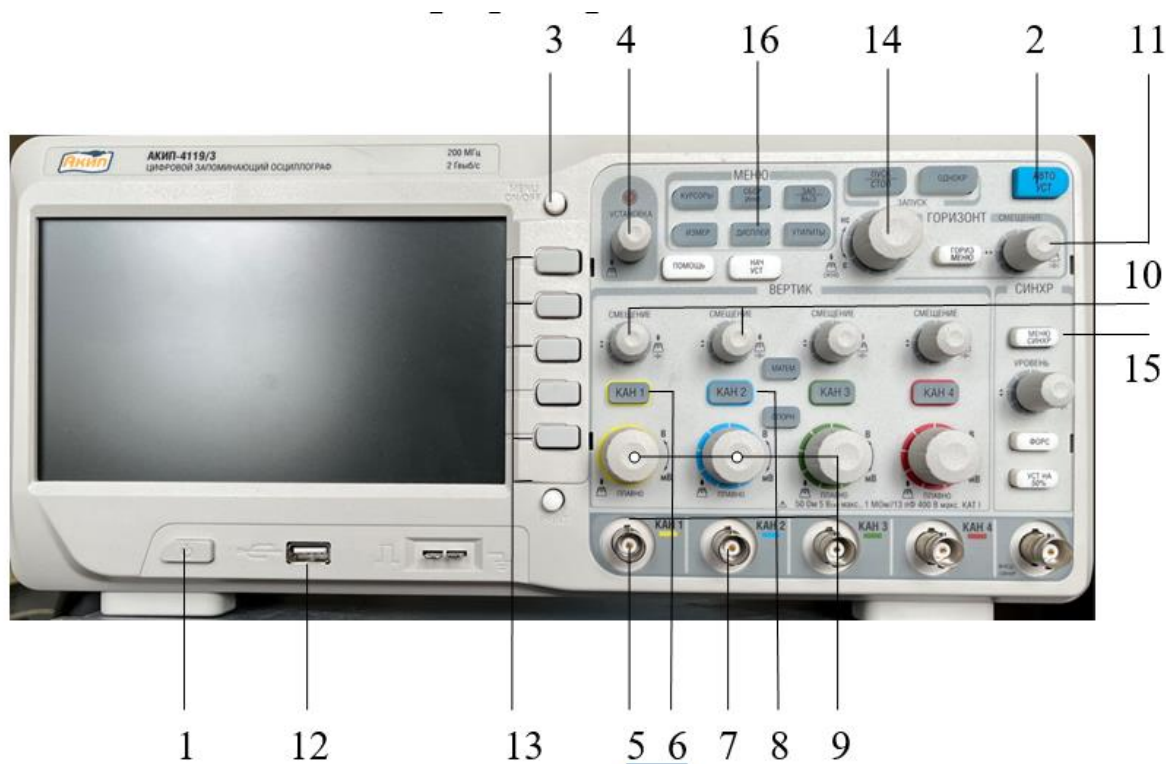

Рис. 10
При малых значениях φ для более точного подсчета Δn воспользуйтесь регулятором развертки осциллографа (14) - рис. 10. Увеличение частоты